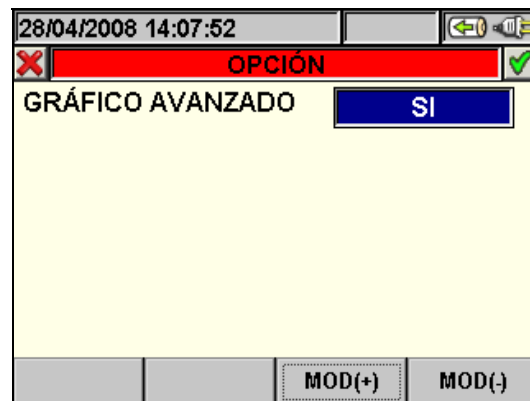

Fig. 92: Opción (Gráfico Avanzado)
- La tecla **F4** (o la función **OPCION** del visualizador) para acceder a la página de activación de "Gráfico Avanzado" (Fig. 92).
2. Pulse la tecla **F4** (o la función **OPCION** del visualizador) para acceder a la página de activación de Gráfico Avanzado (Fig. 92).